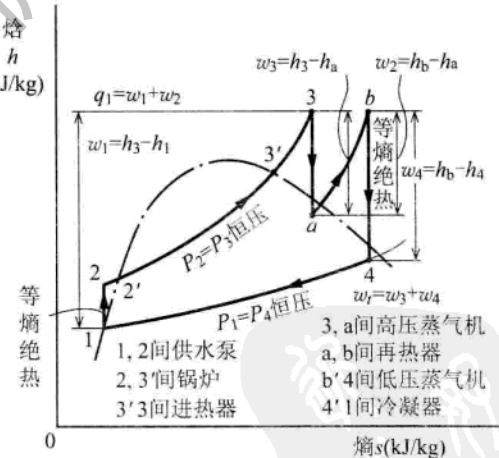

图 2 再热循环
$h_1 \sim h_4, h_a, h_b$: 参见图 2。
◁解▷ 图 2 中的点 1 是饱和水, $p_1 = 0.005 \text{ MPa}$,根据附录 15 的饱和表查得 $h_1 = h' = 137.77 \text{ kJ/kg}$;点 3 根据附录 16 的压缩水与过热蒸汽表查得 $p_3 = 10 \text{ MPa}$,由 $t = 600 \text{ °C}$ 查得 $h_3 = h' = 3622.7 \text{ kJ/kg}$;因为从点 3 到点 a 为绝热膨胀,所以熵相等,由 $p_a = 2 \text{ MPa}$,从 $h-s$ 曲线(附录 17)查得 $h_a = 3103 \text{ kJ/kg}$ 。点 b 由压力 $p_b = p_a$ 查 $h-s$ 曲线得 $h_b = 3689.2 \text{ kJ/kg}$;点 4 为绝热膨胀,所以熵相等,由 $p_4 = p_1$ 从 $h-s$ 曲线查得 $h_4 = 2349 \text{ kJ/kg}$;将这些已知量代入式③得